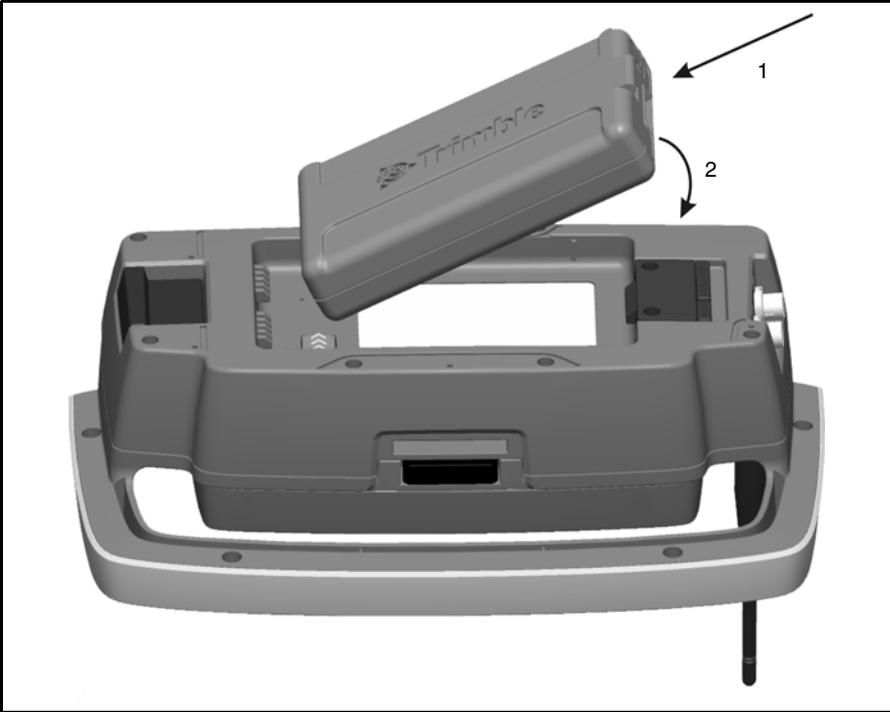

Figura 7.71 Colocación de la batería en el soporte robótico de Trimble
1. Coloque la batería sobre los ganchos del soporte (1).
2. Presione la batería sobre el soporte hasta que encaje perfectamente y haga clic (2). Véase la Figura 7.71.